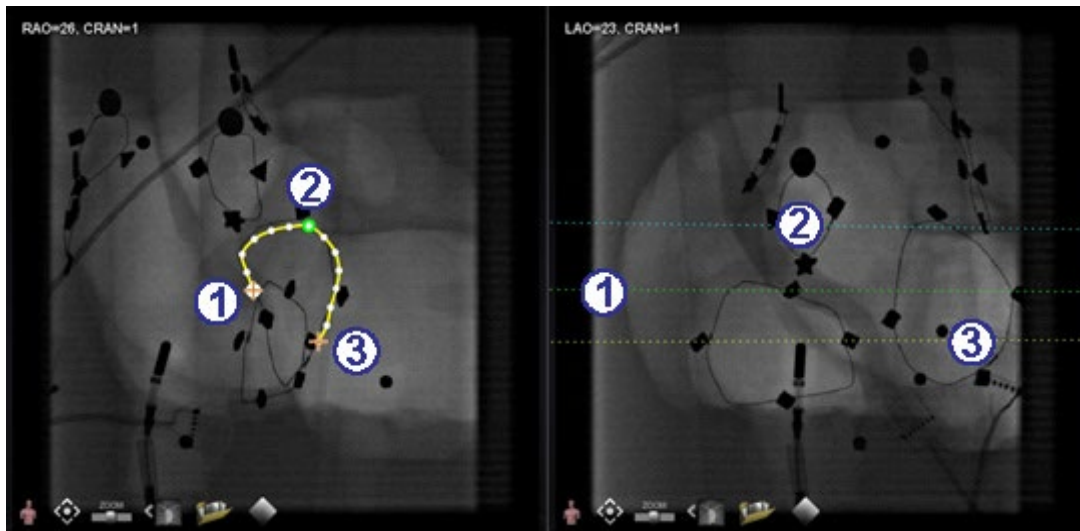

Figure 197. Points proximaux, sélectionnés et distaux
① La ligne pointillée verte indique la ligne épipolaire du point proximal. Sur la **Figure 197**, le point d'ancrage proximal a un cercle plein derrière la croix orange.
② La ligne pointillée jaune indique la ligne épipolaire du point distal.
Explicatif des points sélectionnés (Figure 197)
- ① Point d'ancrage proximal
- ② Point sélectionné (Figure 197)
- ③ Point d'ancrage distal